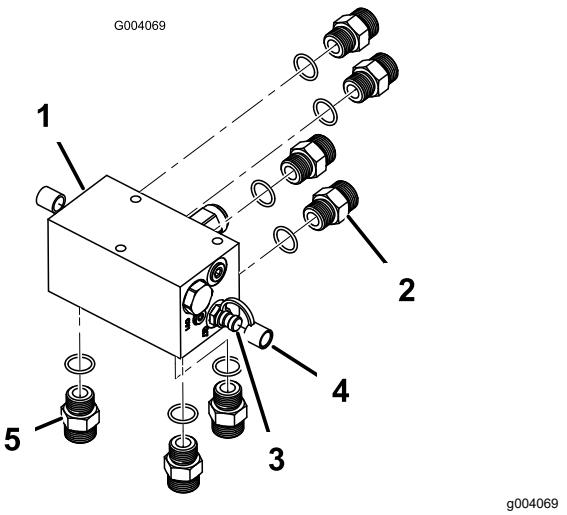

Figura 4
- Instale 4 acoplamientos hidráulicos rectos en la parte trasera del colector (Figura 4).
- Instale 2 acoplamientos diagnóstico en cada lado del colector, con sus tapones guardapolvo correspondientes (Figura 4).
- Instale 3 acoplamientos hidráulicos rectos en la cara inferior del colector (Figura 4).